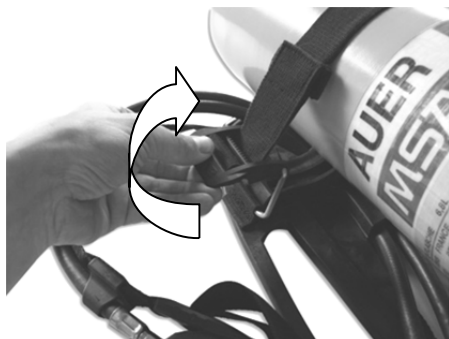

Fig. 18 Abrir la hebilla de sujeción de las botellas
- (2) Poner el separador de botellas (1) en posición horizontal opuesta a la hebilla de sujeción de las botellas (4) hasta quedar enganchado.
- (3) Comprobar que la junta de la toma de alta presión del reductor de presión está en perfectas condiciones.
- (4) Abrir la hebilla de sujeción de las botellas de la cinta de retención de las botellas para eliminar la tensión extendiendo por completo la cinta tirando de la pequeña barra de la hebilla (→ Fig. 18).
- (5) Introducir la botella de aire comprimido a través de la cinta de retención de las botellas (2) con el grifo de la botella mirando hacia el reductor de presión, de forma que la botella quede sobre el soporte central (3).
- (6) Alinear la botella de aire comprimido con el *alphaCLICK 2* axialmente al acoplamiento y ajustar el acoplamiento *alphaCLICK 2*.